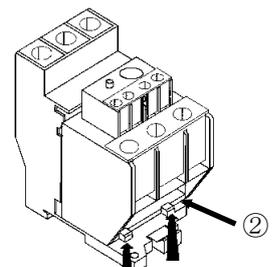

Fig. 3
- (3) 将热过载继电器沿方向②推入单独安装单元, 直至出现“喀嚓”声。和热过载继电器 TK-E2, TK-N2P, TK-E3, TK-N3P 组合使用时, 如果本体底面和单独安装单元之间出现间隙, 请将单独安装单元沿方向③压入, 直至再次出现“喀嚓”声为止。(Fig.3)
- (3) Pushing the thermal overload relay in the direction of ②, until products sound "click". In case of combination with thermal overload relay Type TK-E2, TK-N2P, TK-E3 and TK-N3P, if clearance exists between the bottom surface of main unit of thermal overload relay and separate-mounting unit, moreover push the separate-mounting unit in the direction of ③, until products sound "click" once more. (Fig.3)
- (3) 単独設置ユニットの爪部が「カチッ!」と音がして引っ掛かるまで、サーマルリレーを②方向に押しして下さい。TK-E2, TK-N2P, TK-E3, TK-N3P と組み合わせる場合で、サーマルリレー底面と単独設置ユニットに隙間がある場合には、更に単独設置ユニットを③方向にもう一度「カチッ!」と音がするまで押しして下さい。(Fig.3)